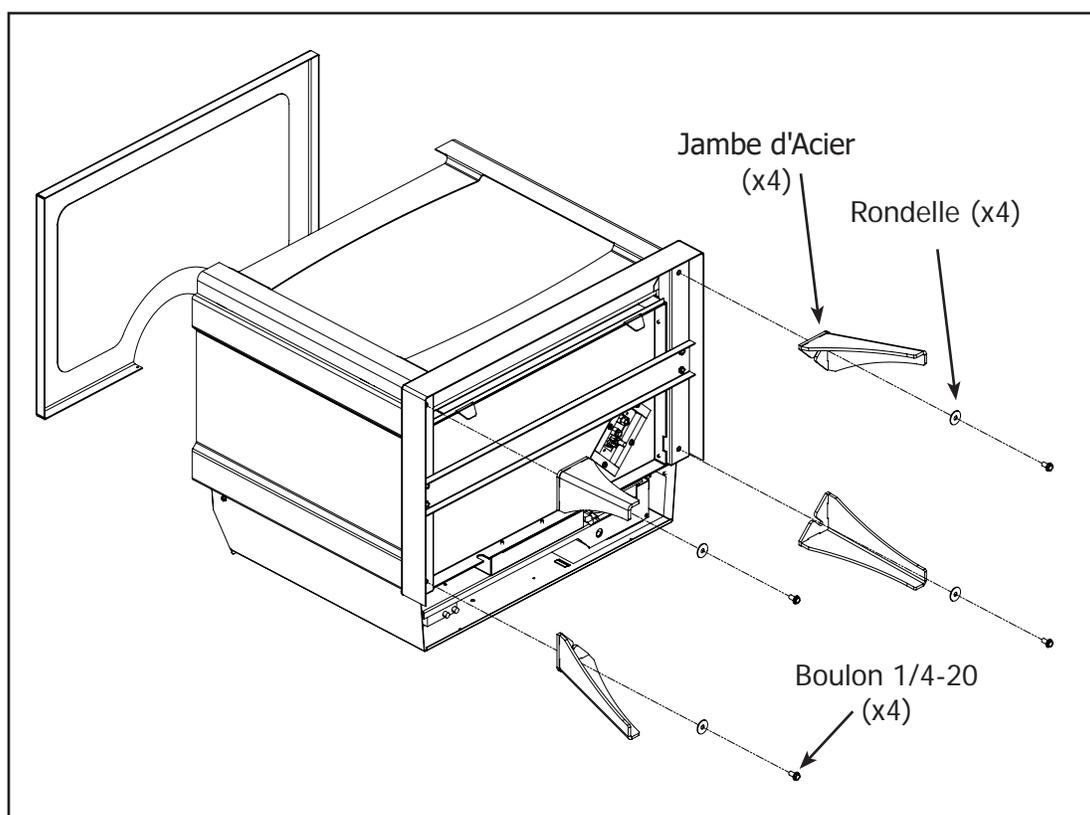

Figure 16: Assemblage des jambes
- Retirez le dessus du poêle et posez soigneusement l'appareil sur le dos et installez les quatre pieds en acier à l'aide de la quincaillerie fournie et d'une clé ou d'une douille de 3/8 po (voir Figure 16). Relevez le poêle.